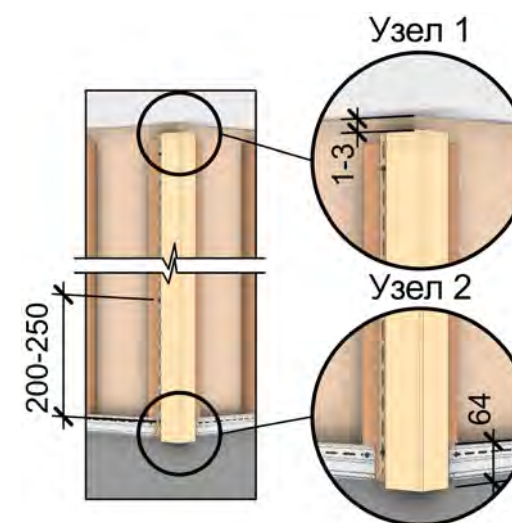

Рис. 5 Установка внешних углов
- При монтаже вертикальных профилей первый саморез должен фиксировать профиль в верхней части первого попадающего целиком на обрешётку монтажного отверстия (рис. 5, узел 1).
- Вертикальные профили необходимо устанавливать с зазором, компенсирующим температурные расширения, от 1 до 3 мм в верхней части (рис. 5, узел 1) и от 1 до 6 мм в нижней части.
Внешние углы необходимо устанавливать таким образом, чтобы их верхняя часть была на 1-3 мм ниже ограничивающей плоскости, а нижняя часть на 64 мм ниже верхнего края начального профиля панелей сайдинга Döcke LUX BERGART. Профили следует крепить к обрешётке саморезами (п.2) с шагом 200-250 мм (рис. 5).